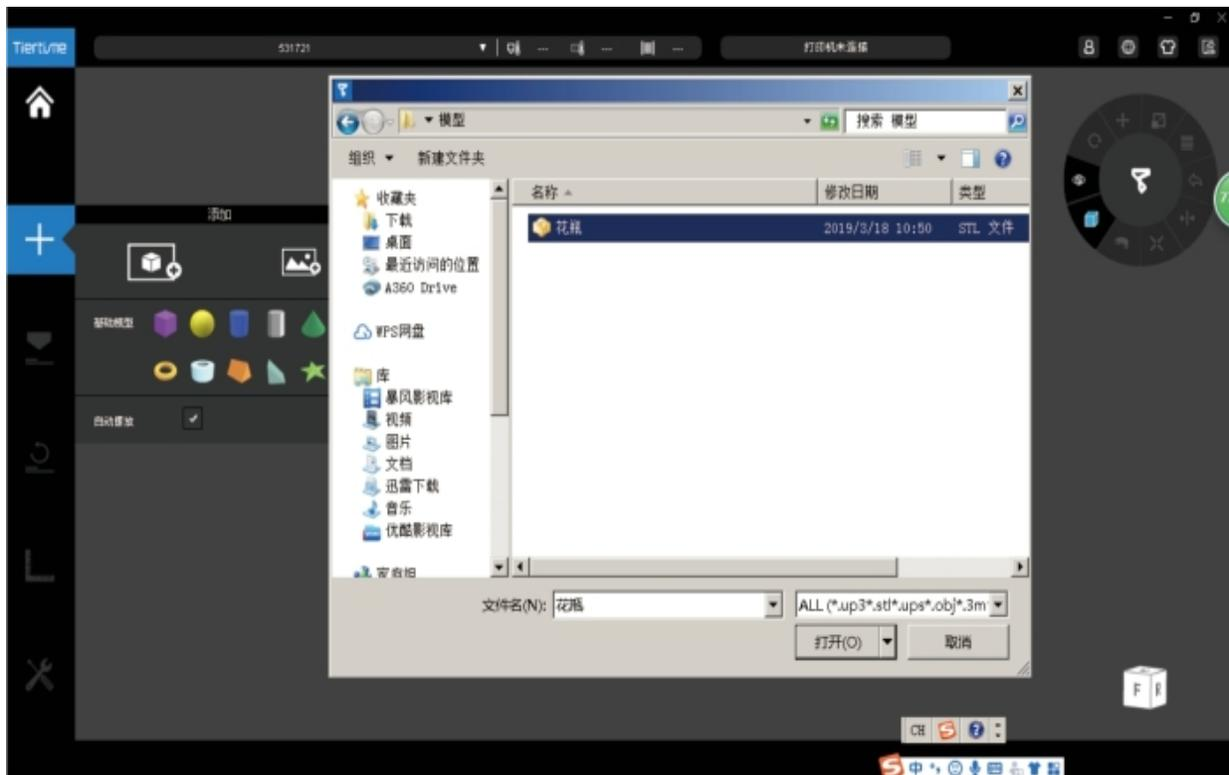

图7-5-34 载入文件
③单击“添加”→“添加模型”→选择米奇头像模型→“打开”，如图7-5-34所示。